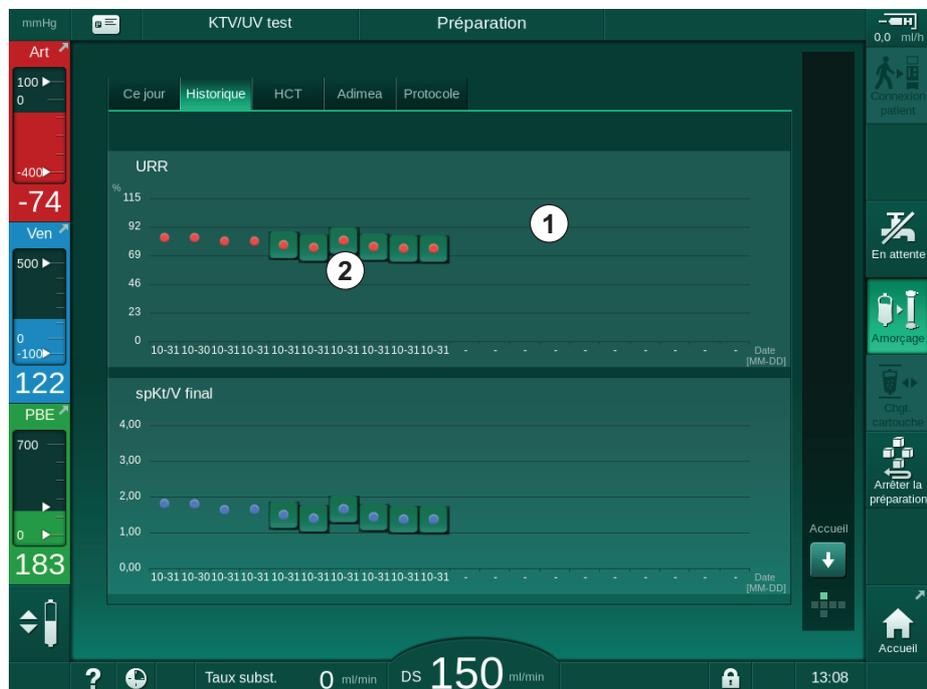

Fig. 11-14 Paramètre Historique sur l'écran *Infos*.
Des informations plus détaillées sont disponibles pour les 6 derniers traitements terminés. Après avoir touché la marque correspondante du paramètre (Fig. 11-14, ②) pour une certaine date, une tendance de ce paramètre est affichée pour cette thérapie particulière (Fig. 11-15). La résolution est de 5 minutes. La vue des tendances est fermée en touchant *Retour* ① .